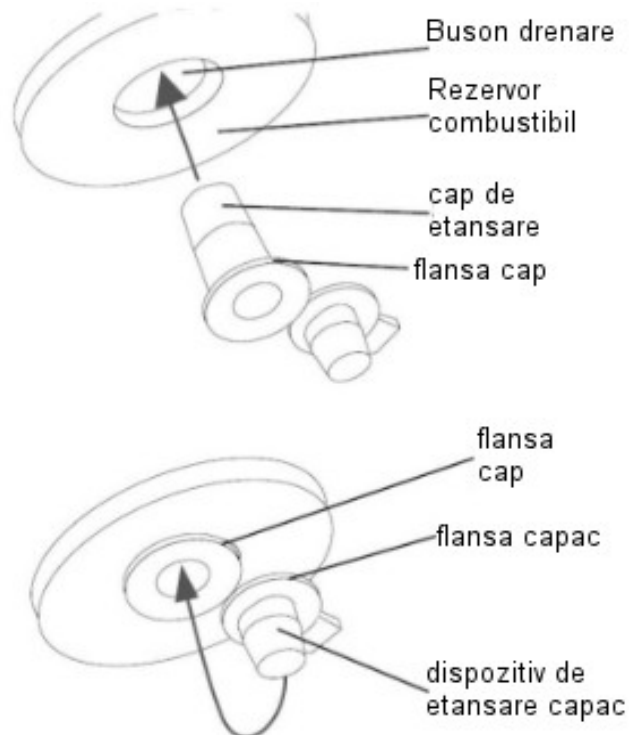

Figura 11. Reinstalarea busonului pentru drenaj
3. Pentru reinstalare, impingeti complet busonul de drenare in orificiu si fixati-l cu ajutorul dispozitivului de etansare al capacului (Figura 11).